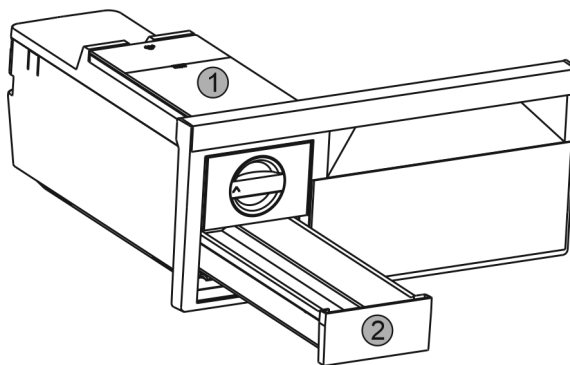

Fig. 69
- ▶ Извадете резервоара за вода Fig. 69 (1) и чекмеджето за ледени кубчета Fig. 69 (2).